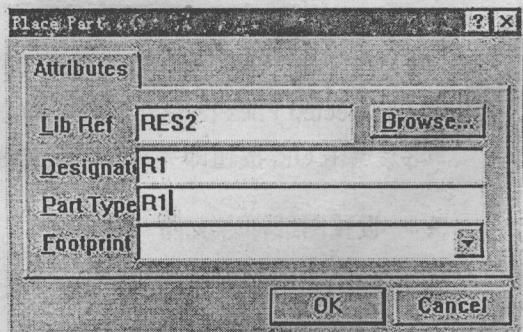

图 1-12 Place Part 对话框
(1) 输入元件编号来选取元件。即通过菜单命令 Place/Part 或直接点击电路绘制工具栏上的按钮，打开如图 1-12 所示的“Place Part”对话框，并在该对话框中输入元件名称。